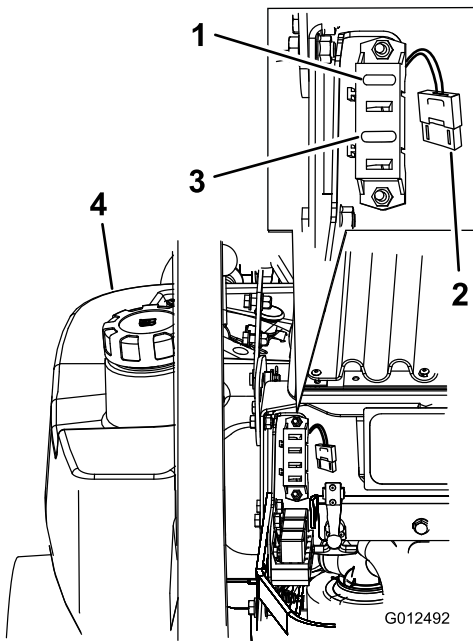

Figure 76
1. Déverrouillez et soulevez le capot pour accéder au porte-fusibles (Figure 76).
3. Remplacez le fusible (Figure 76).